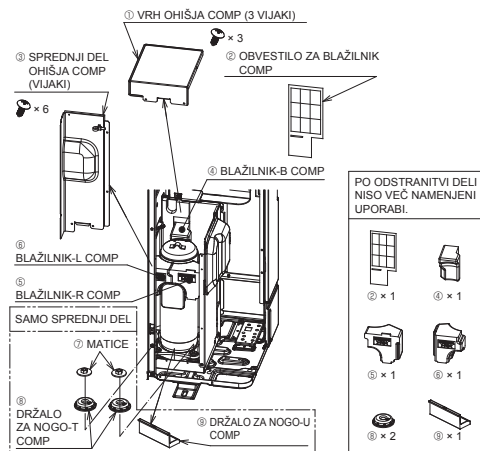

Fig. 4-1
- Pred zagonom delovanja enote odkrijte VRH OHIŠJA COMP in SPREDNJI DEL OHIŠJA COMP ter odstranite fiksne dele COMP. (Fig. 4-1)